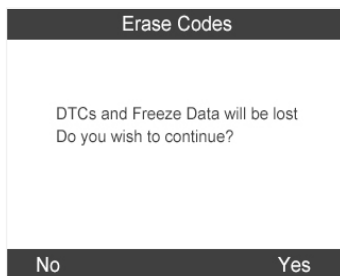

Abbildung 4.28
- 2) Das Tool zeigt eine Warnmeldung zur Bestätigung an. Wählen Sie zum Fortfahren **Ja** und zum Beenden **Nein** aus. (Abbildung 4.28)